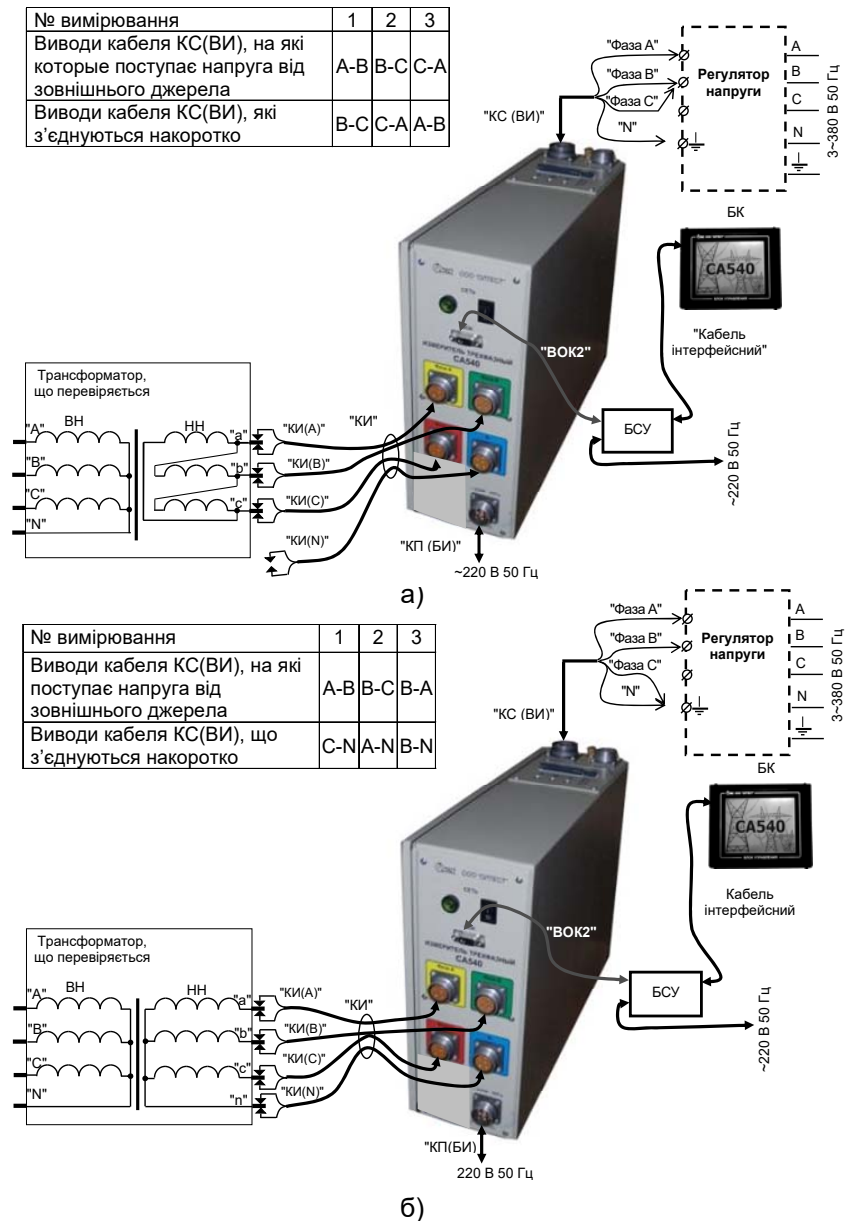

Рисунок 6.23
1) Зібрати вимірювальну схему при роботі від зовнішнього джерела (рисунок 6.23) з регулятором або без нього. На рисунку 6.23а показана схема з використанням зовнішнього джерела живлення для трансформатора із схемою обмоток НН Δ, а на рисунку 6.23б – для трансформатора із схемою обмоток НН - Yn (для обмотки Zn - аналогічно).